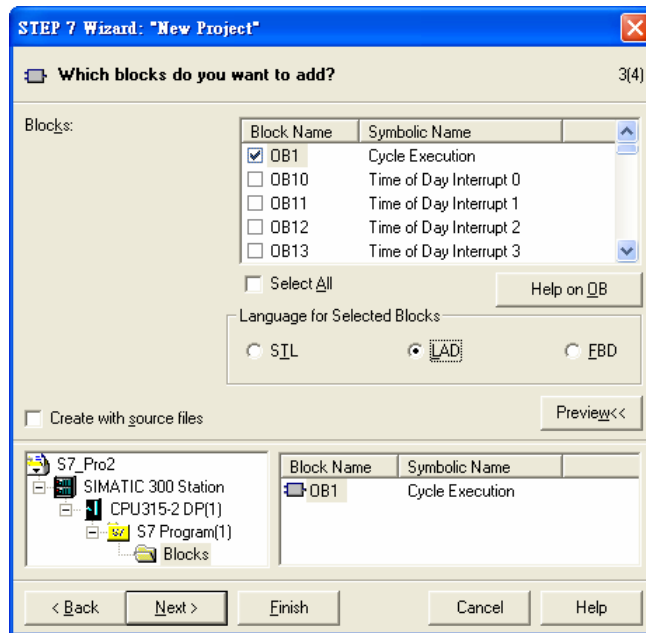

图 10-6
5. 根据使用者的需要, 选择需要的程序块及程序块使用的编程语言, 选择后点击『Next』按钮, 如图 10-6 所示。